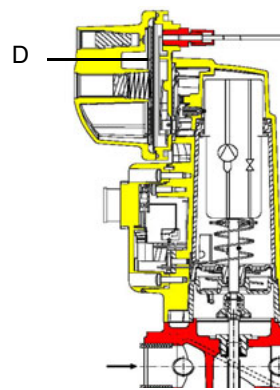

Рис. 7
**ВНИМАНИЕ:** диафрагма D исполнительного механизма SKP2 должна находиться в вертикальном положении (Рис. 7).